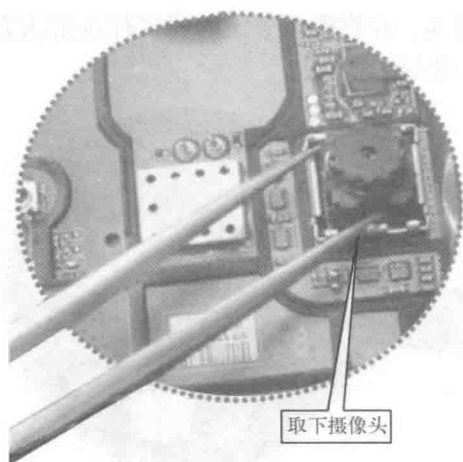

图 1-10 取下摄像头
(3) 用镊子夹住摄像头, 轻轻摇动, 即可将其取下, 如图 1-10 所示。